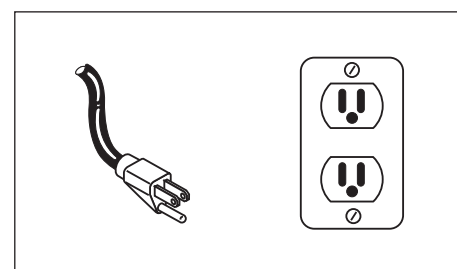

Figure 11 - Méthode de mise à la terre
1. Ce produit est conçu pour l'utilisation d'un circuit de 120 volts et a une fiche de mise à la terre comme celle indiquée sur la Fig. 11. Brancher ce produit seulement à une prise avec la même configuration de la fiche. Ne pas utiliser un adaptateur avec ce produit. Dans l'événement d'un court-circuit, la mise à la terre diminue le risque de secousse électrique en fournissant un fil d'échappement pour le courant électrique. Ce produit est équipé avec un cordon qui a un fil de terre avec une fiche de terre. La fiche doit être branchée dans une prise de courant qui a été installée et mise à la terre correctement en respectant tous les codes et règlements locaux.